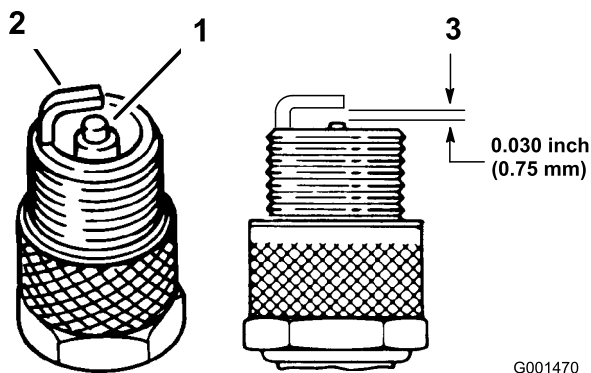

Figura 19
1. Controllate il centro delle candele (Figura 19). Se l'isolatore è di color marrone chiaro o grigio, il motore funziona correttamente. Una patina nera sull'isolatore significa in genere che il filtro dell'aria è sporco.
2. Controllate la distanza tra gli elettrodi centrale e laterale (Figura 19). Piegate l'elettrodo laterale (Figura 19) se la distanza non è corretta.
3. Collegate i cappellotti alle candele (Figura 19).